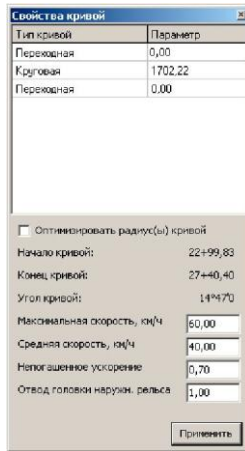

Рис.22. Элемент контекстного меню «Свойства кривой»
11. Для точного подбора элементов кривой, щелкнув правой кнопкой мыши по ней, выберите из контекстного меню элемент *Свойства кривой* (рис. 22).